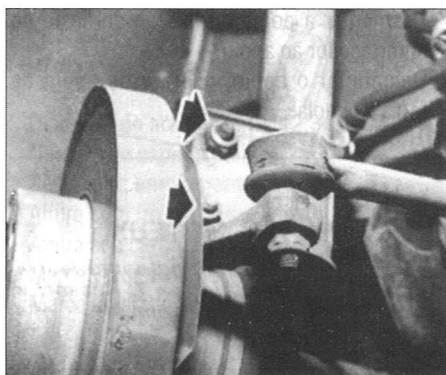

Fig. 69
- Desmontar os dois parafusos de fixação da coluna à manga de eixo (Fig. 69).